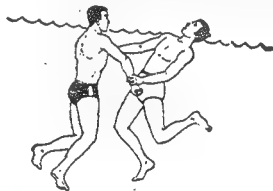

图 14
3. 解脱方法。被溺者抓住两手时应用力握拳，向其大拇指的方向迅速扭转，即可解脱（图14）。然后采取上述办法救护上岸。